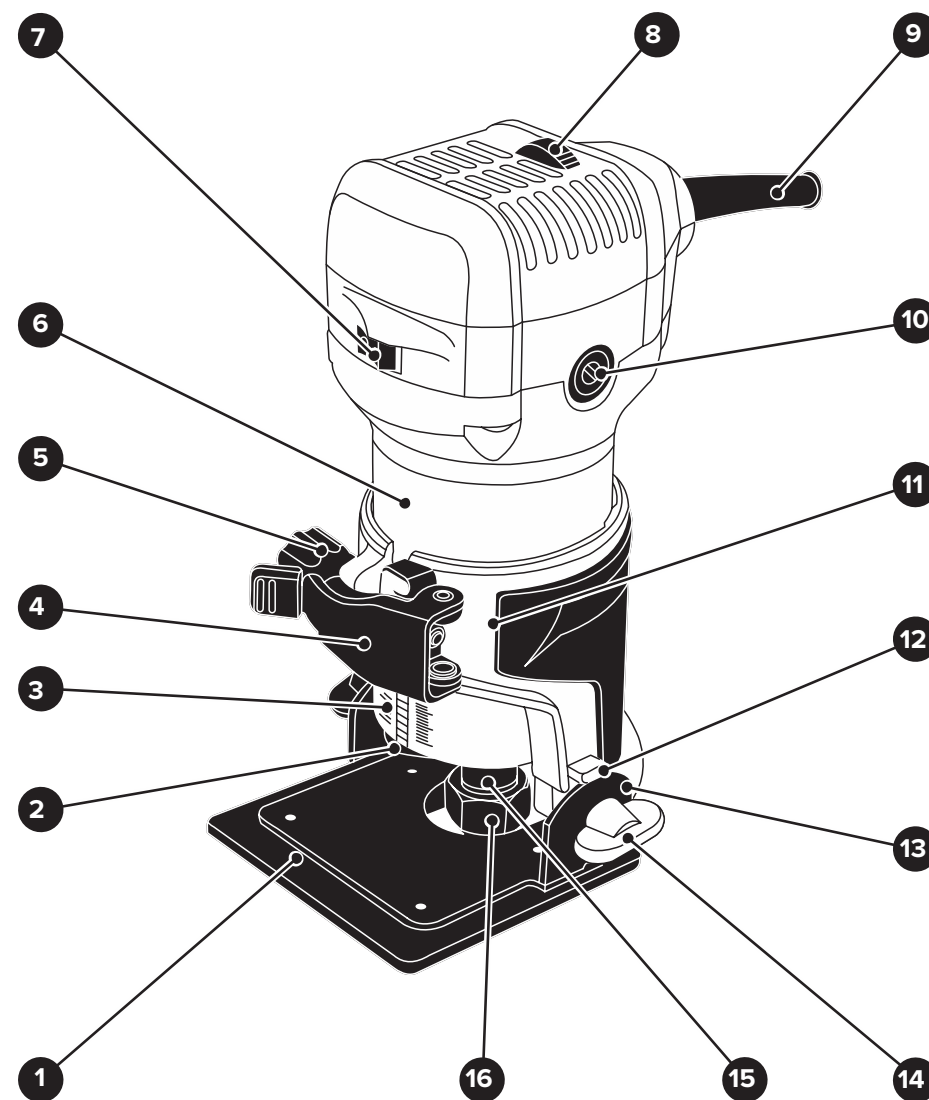

Рисунок 1 — Общий вид фрезера
• Переместите выключатель 7 в положение ВКЛ, тем самым включив электродвигатель фрезера (см. рис. 1). Отключать фрезер необходимо в обратном порядке.